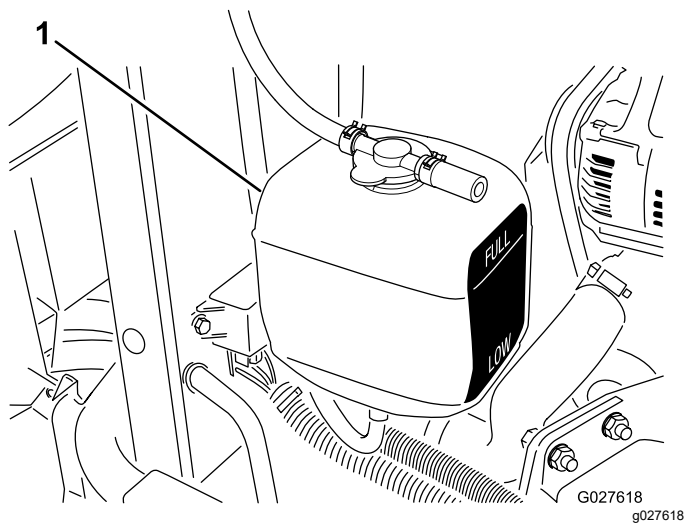

Figura 77
3. Controllate il livello del refrigerante nel serbatoio di espansione (Figura 77).